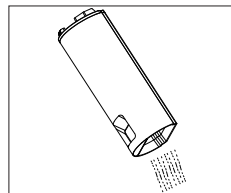

Fig. 12 – Vaciado del depósito de agua
- ▶ Vacíe el depósito de agua sucia sobre un lavabo y aclárelo con agua limpia (**véase Fig. 12**).